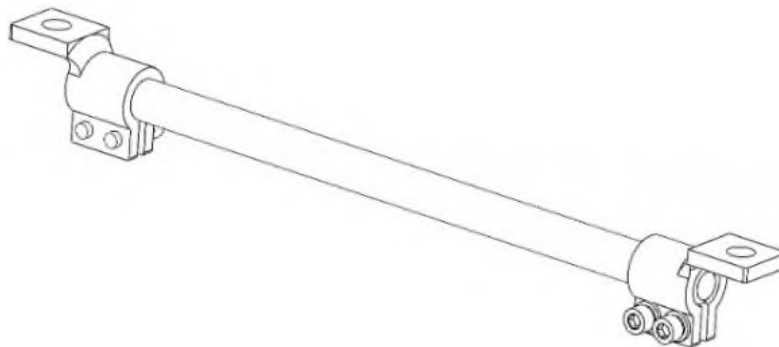

Рис. 3 – Шина с установленными зажимами контактными.
- 3.1 Собрать шину с зажимами контактными в кол-ве 3 шт. (рис. 3).